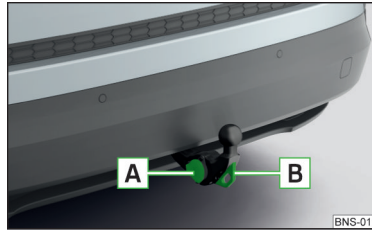

Abb. 318
- Die Abdeckkappe der Steckdose aufklappen und den Stecker des Anhängers (des Zubehörs) in die 13-polige Steckdose **A** einstecken » Abb. 318. (Wenn der Anhänger/das Zubehör über einen 7-poligen Stecker verfügt, einen Adapter aus dem ŠKODA Original Zubehör verwenden).